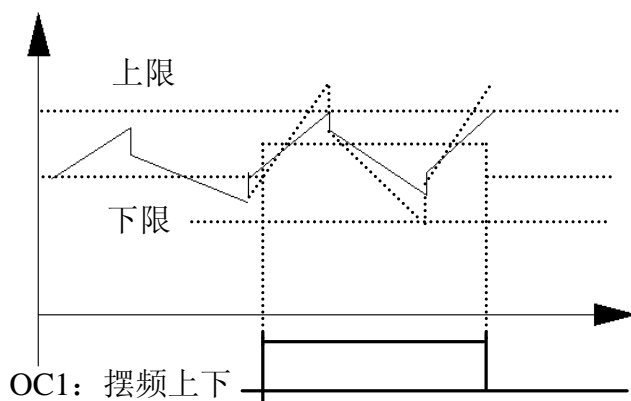

图 6-31 摆频幅度限制
- 16: 摆频上下限限制. 选择摆频功能后若以中心频率计算所得摆频的频率波动范围超过上限频率或低于下限频率时, 将输出指示信号, 如图 6-31 所示。